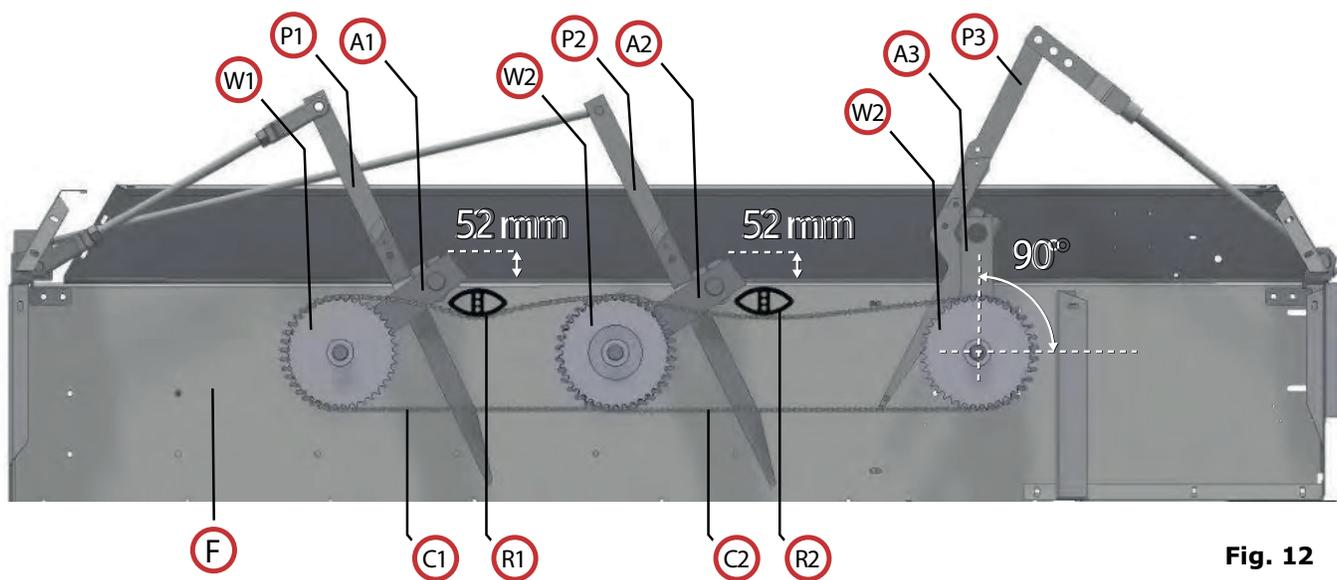

Fig. 12
2. Asegúrese de que las horquillas (P1), (P2) y (P3) y sus cigüeñales (A1), (A2) y (A3) están colocados como se muestra en la Fig. 12. Las horquillas serán sincronizadas de esta forma y se sincronizarán con el pistón.
liberar los tensores (R1) y (R2), quitar los eslabones (S) (Fig.12bis) de los engranes (W1), (W2) y (W3), entonces gire los engranes (W1), (W2), y (W3) hasta que los cigüeñales (A1), (A2) y (A3) estén colocados como se muestra en la Fig. 12. Fíje todos los engranes, ponga todas las cadenas C1) y (C2) y asegúrese de que el eslabón está ajustado apropiadamente como se muestra en la Fig. 12b. Entonces estire las cadenas usando los tensores y ajústelo desde el lado (F).
Fig. 12 bis